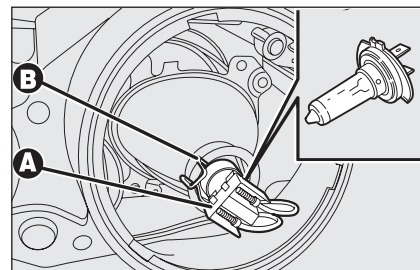

fig. 26
- ☐ scollegare il connettore elettrico **A-fig. 26**;